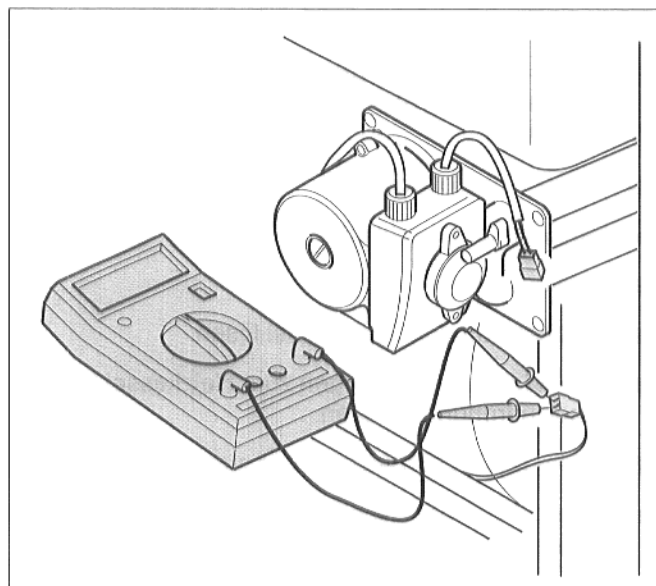

Abb. 51 Ansteuerung der umschaltbaren Umwälzpumpe prüfen
- Spannungsmeßgerät an Kabelstecker anschließen (Abb. 51). Spannungsbereich 200V Wechselspannung wählen.
- Spannung ablesen. Ist die gemessene Spannung 24V Wechselspannung (AC), ist die Ansteuerung der umschaltbaren Umwälzpumpe in Ordnung.